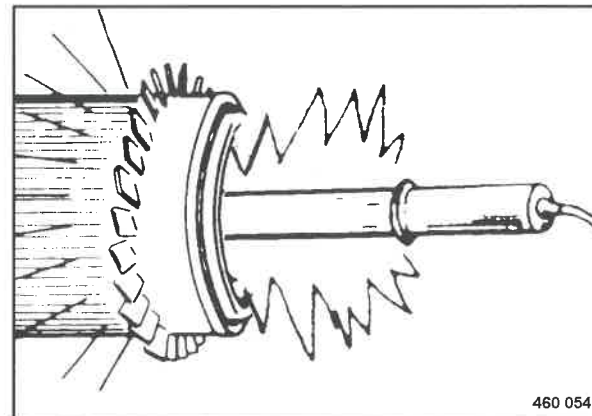

Fig. 99
- Controllare l'interno della cartuccia del filtro aria (Fig. 99) con l'aiuto di una lampada per accertarsi che non vi siano buche, crepe, scanalature o altri danni.